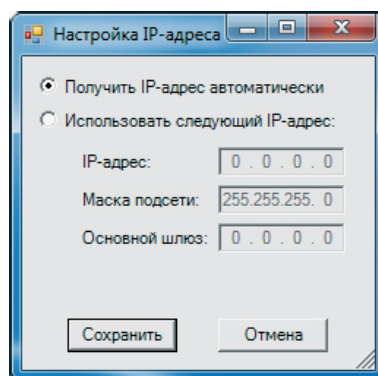

Рис. 8. Изменение сетевых настроек пульта
6. Кнопка «обновить» предназначена для повторного поиска устройств в сети, а кнопкой «настроить адрес» вызывается окно (Рис. 8) для изменения сетевых настроек пульта.